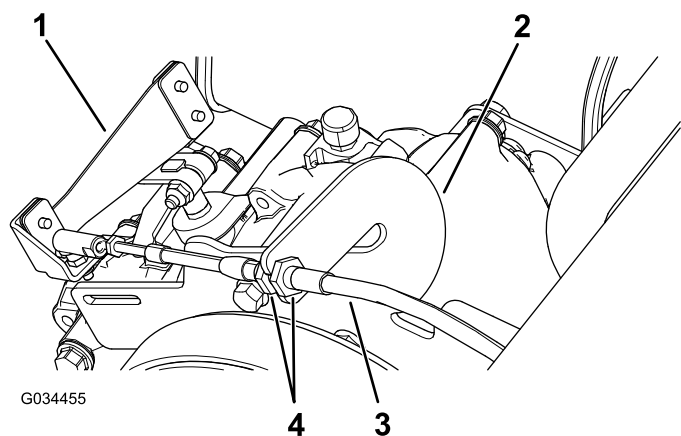

Figure 60
1. Desserrez les écrous de blocage sur le câble de sélection et ajustez-les selon les besoins (Figure 60).
- Vérifiez la position de l'inverseur de marche en tournant le levier aux 3 positions différentes et vérifiez que le levier (Figure 60) passe aux différentes positions correctement ; voir Levier et indicateur d'inverseur de marche (page 14).